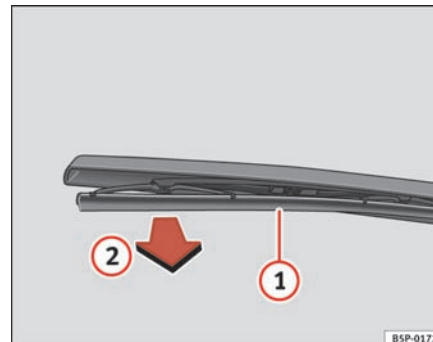

Fig. 164 Udskiftning af viskerblad bagpå
- Løft viskerarmen ud fra ruden ⇒ fig. 164.
- Clips viskerbladet af **1**, og træk det af **2** ⇒ fig. 164.